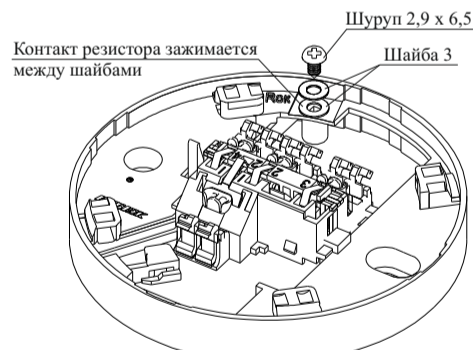

Рисунок 1
- Извещатель выполнен в пластмассовом корпусе, внутри которого размещена оптико-электронная система и плата с электронными компонентами, обеспечивающая обработку сигналов на базе микроконтроллера. Разъемное соединение извещателя с базовым основанием обеспечивает удобство установки, монтажа и обслуживания извещателя. Для подключения извещателя к прибору с использованием добавочного резистора в базовых основаниях V1.031, V1.041, V2.031, V2.041 имеется дополнительный контакт, обозначенный Рок (рисунок 1). Схема подключения приведена на рисунке Г.1 приложения Г.